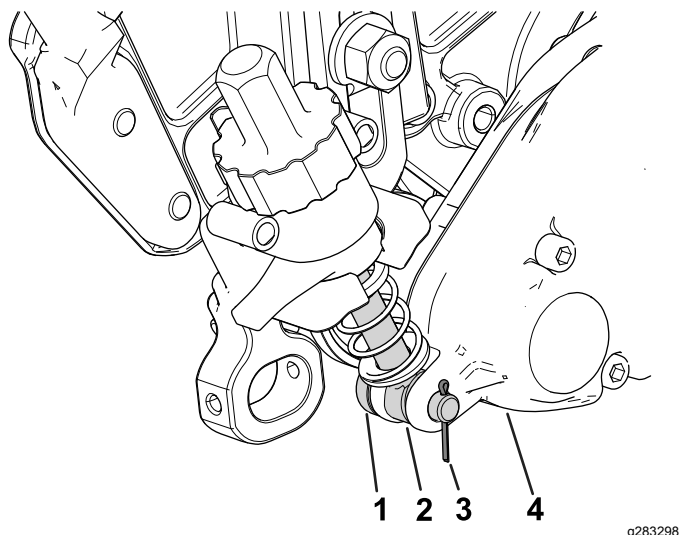

Рисунок 12
3. Введите шток узла рычага регулятора рядом с блоком привода механической щетки в зазор на блоке привода и закрепите его при помощи штифта регулятора и шплинта (Рисунок 12).